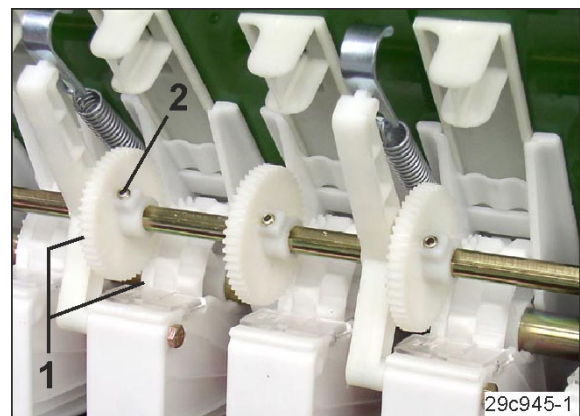

Bild 244
6. Se till att kuggarna (Bild 244/1) på drivhjulet och körspårssåhjulen hakar i varandra.
7. Dra åt insexskruvarna (Bild 244/1) till drevet i drivaxels ursparning spänningsfritt.